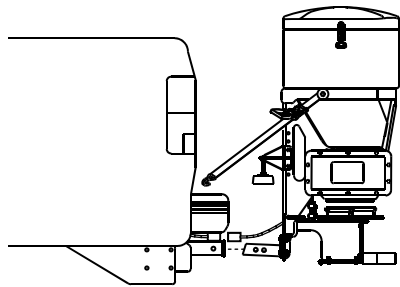

Figura 18
2. Introduzca el enganche del esparcidor en el receptor de enganche del vehículo y alinee el segundo orificio del enganche del esparcidor con el orificio del enganche de su vehículo (Figura 18).